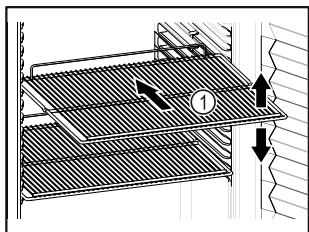

Fig. 40 Példaként szolgáló ábrázolás
- ❑ Ha a tárolófelületek Fig. 40 (1) áthelyezhetőek, akkor igazítsa be őket a kívánt magasságnak megfelelően.